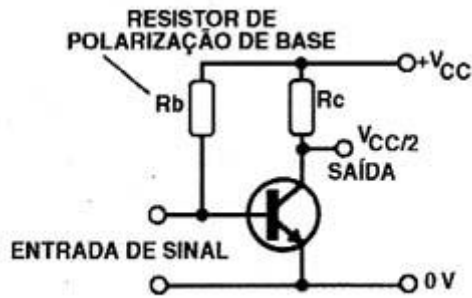

Figura 33
Observe que os transistores possuem três terminais denominados emissor (E), coletor (C) e base (B). Na forma mais simples de usar um transistor, a corrente entre o coletor e o emissor é controlada por uma corrente aplicada à base. Como uma pequena corrente de base pode causar uma corrente muito maior de coletor, dizemos que o transistor apresenta "ganho", ou seja, pode amplificar correntes. Os transistores comuns podem ter ganhos entre 5 e 800. Esse ganho também é chamado de "Beta" ou " h_{FE} " de um transistor. Na figura 33 temos o modo típico de se usar um transistor num circuito amplificador, numa configuração denominada "emissor comum".